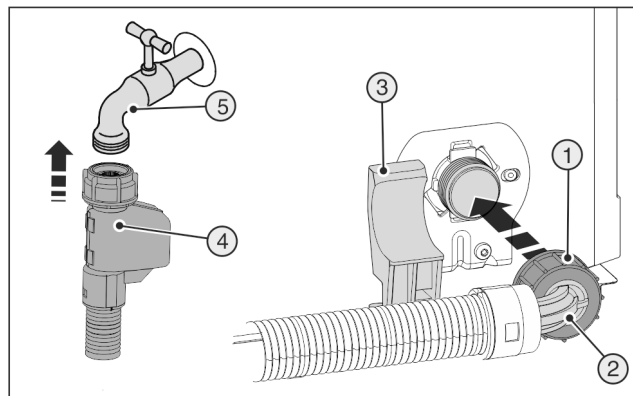

Fig. 22
- ▶ Pripojte rovný koniec hadice Fig. 22 (4) k uzatváraciemu kohútovi Fig. 22 (5).